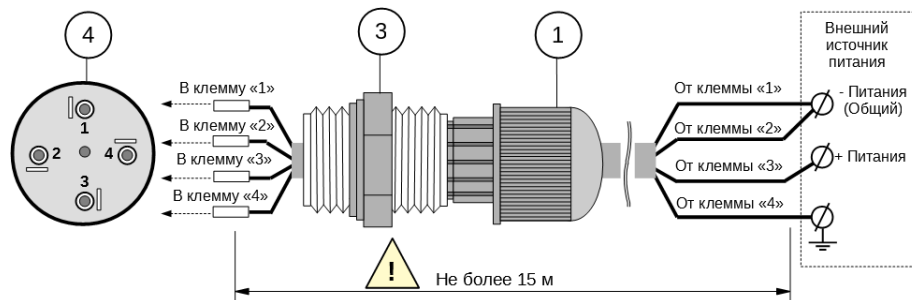

Рисунок 9 – Подключение внешнего кабеля длиной до 15 м (без установки перемычки)
2.6.3 Выполнить подключение внешнего кабеля питания к внешнему источнику. Подключение к внешнему источнику электропитания, необходимо выполнять в соответствии с указаниями и схемой подключения, приведенными в разделах 1.3.1 «Конструкция маяка» (см. таблица 4 и рисунок 3) и 2.4 «Указания по подключению» (см. рисунок 9).